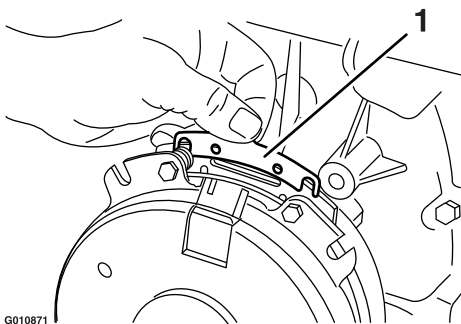

Figura 67
- B. Usando un alicate de punta fina, o a mano, sujete la pestaña y retire el suplemento (Figura 67).